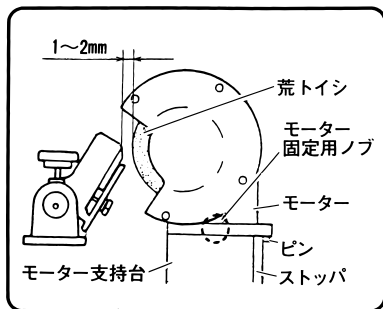
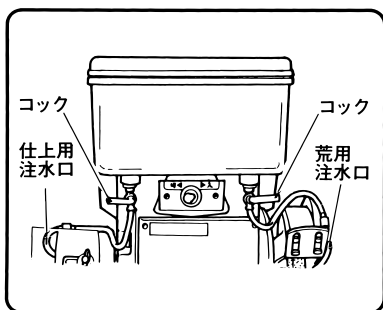

図 16
図 17
(1) トイシの回転が停止したのを確認します。
(2) モーター固定用ノブ (図16参照) をゆるめモーターを約90° (ストップに突当たるまで) まわし、仕上トイシをかんな刃のほうに向け、モーター固定用ノブを締付けます。
(3) 荒研磨と同じ要領で切込み用ハンドルをまわし、仕上トイシをかんな刃に近づけます。
(4) スイッチを入れ、仕上トイシ側のコック (図17参照) を開きます。テーブル移動用ハンドルをまわし、テーブルを左右に往復させながら切込み用ハンドルをまわしかんな刃に接触させ研磨します。
(5) 切込み量は切込みスケールの1目盛程度にし、1回の切込みで4～5回往復させてください。